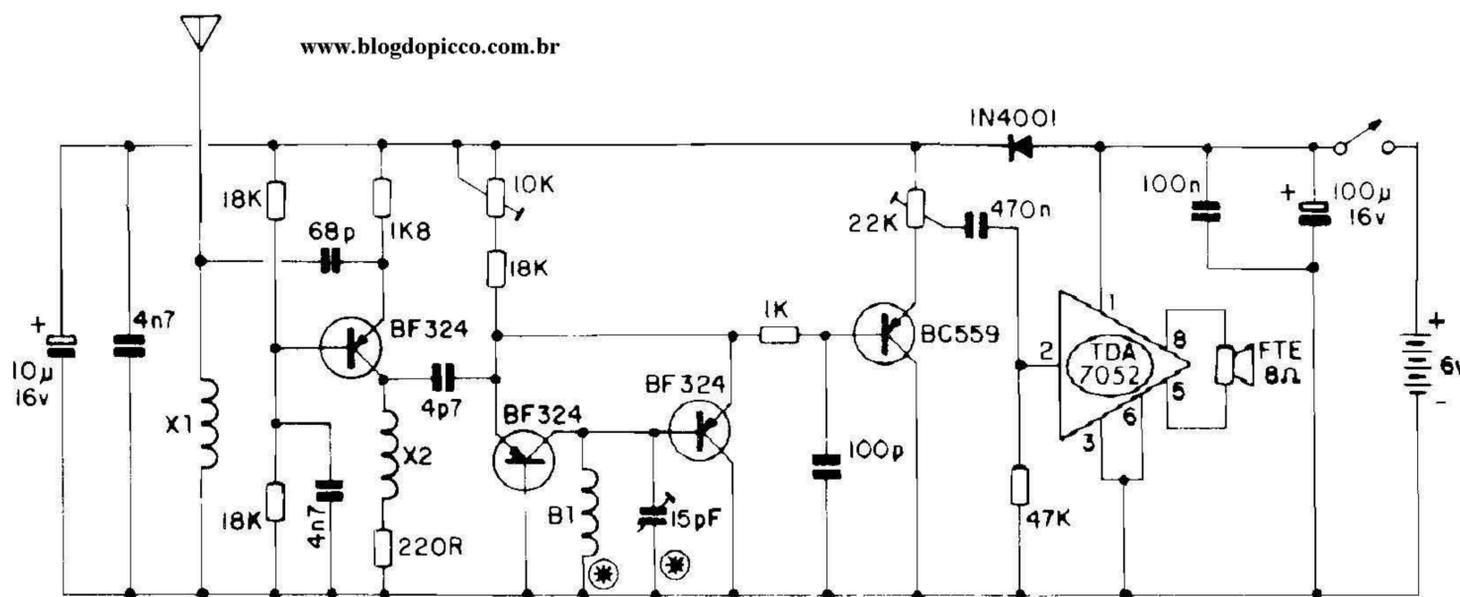

Fig.1
tentes e... abrangentes (os que - na nossa opinião - possam interessar ao maior número possível de Leitores...). Agora, quanto ao seu probleminha com a LA-TQ, a culpa é mais nossa do que sua... Infelizmente no "chapeado" (fig. 4 - pág. 53 - APE nº 24), o posicionamento do diodo zener saiu erroneamente demarcado (se Você fosse um Hobbysta mais tarimbado, tipo "macaco velho", teria percebido isso, numa análise comparativa com o "esquema", na fig. 1 - pág. 52 - APE nº 24, porém essa possibilidade não perdoo a nossa falha, pela qual novamente pedimos desculpas...). Na pág. 57 de APE nº 28 foi publicada uma ERRATA indicando o erro e a sua devida correção, mas vamos, agora, detalhar novamente o assunto, para seu benefício (e também para os demais Leitores que encontraram o mesmo problema, e não viram a tal ERRATA...):
primeira"... Tenho, porém, uma solicitação (que, acredito, vários outros Leitores/Hobbistas também têm...): com a cápsula piezo tipo "moeda", embora o som seja perfeitamente audível, é um tanto baixo para alguns tipos de aplicações... Não preciso, certamente, daquele "baita" som que parece ser proporcionado pela outra montagem com o KS5381, mostrada na mesma APE nº 33 (CAMPAINHA RESIDENCIAL C/ 7 MELODIAS...), mas apenas de "um pouco mais" de som, de modo a aplicar o circuito num pequeno brinquedo... Será que o Departamento Técnico de APE não pode me indicar um maneira simples de acoplar um pequeno alto-falante ao Integrado (talvez com a intermediação de um ou dois transistores), mantendo porém a simplicidade geral do circuito básico da COM (fig. 1 - pág. 9 - APE nº 33...)" - Ernesto Sebastião da Silva - Santo André - SP
- **FIG. 1** - O CIRCUITO - Enquanto o RVHF (APE nº 1) o "primeiro" transistor exercia "um monte" de funções simultâneas (amplificava, oscilava e detetava...), temos agora, no "primeiro pau", um transistor de RF PNP (BF324) em função nitidamente amplificadora, de faixa larga... O sinal de RF captado pela antena é aplicado ao **emissor** do dito transistor, depois de desenvolver-se sobre a bobina X1, um mero choque de RF com indutância adequada para toda a faixa pretendida... O BF324 é polarizado em **base** pelos resistores de 18K, desacoplados pelo capacitor de 4n7 à "terra"... Sua entrada de **emissor** encontra-se "carregada" pelo resistor de 1K8, enquanto que seu **coletor** desenvolve os sinais, já amplificados, sobre um resistor de 220R em série com um segundo choque de RF (bobina X2)... Observem ainda que dois capacitores (um de 4n7 e um eletrolítico de 10u) desacoplam a alimentação desse setor relativamente "delicado" ao circuito... O "coração"